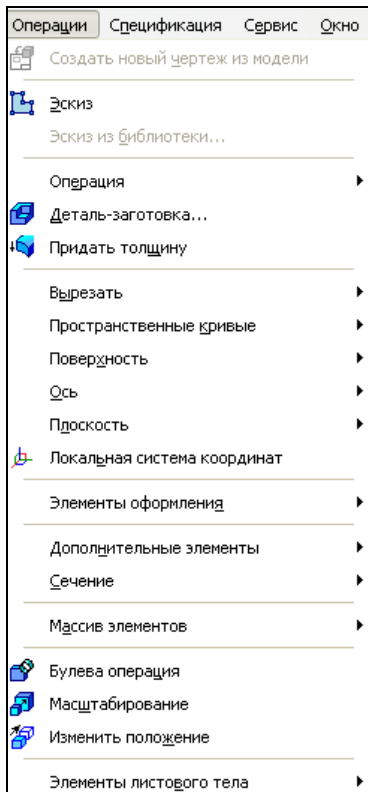

Рис. 4.4. Выпадающее меню пункта **Операции**
- ◆ **Операции** — содержит основные команды для построения модели детали (рис. 4.4). Это меню довольно громоздко;